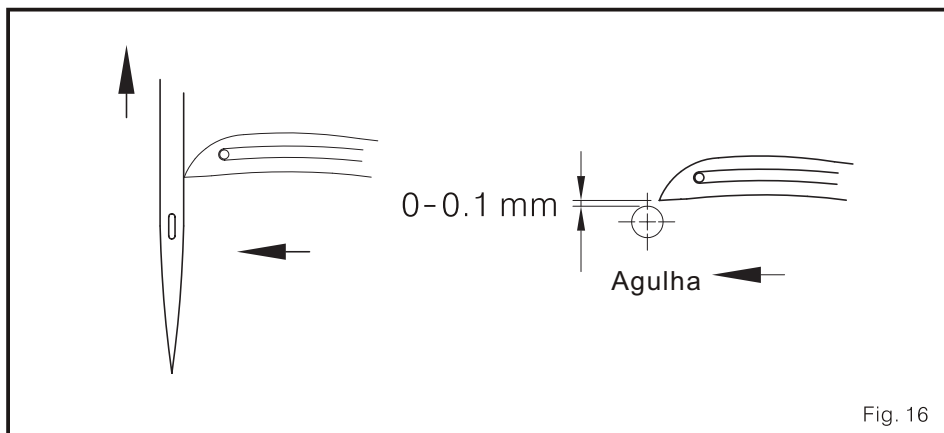

Fig. 16
2. quando o bucleador move corrija à esquerda e então atrás da agulha. O espaço entre a gorjeta do bucleador para a parte posterior ou de atrás de da agulha deve ser 0-0.1 mm. (a gorjeta do bucleador o deve ser apenas deve fechar possível da parte posterior da agulha sem tocar a mesma) (Fig. 16)